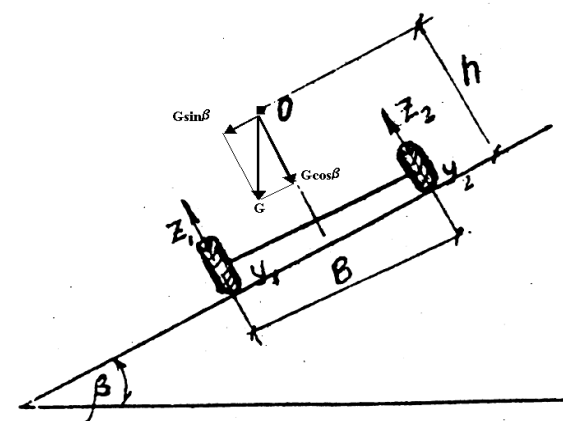

Рисунок 2.2. Расчетная схема
2.3. Автомобиль ГАЗ-66 движется по дороге, имеющей поперечный уклон  $35^0$  (см. рисунок 2.2.). Масса автомобиля 5770 кг;  $B = 1,8$  м;  $h = 1,15$ . Определить  $M_{опр}$ ,  $M_{вос}$ ,  $\alpha_{кр}$  по опрокидыванию.